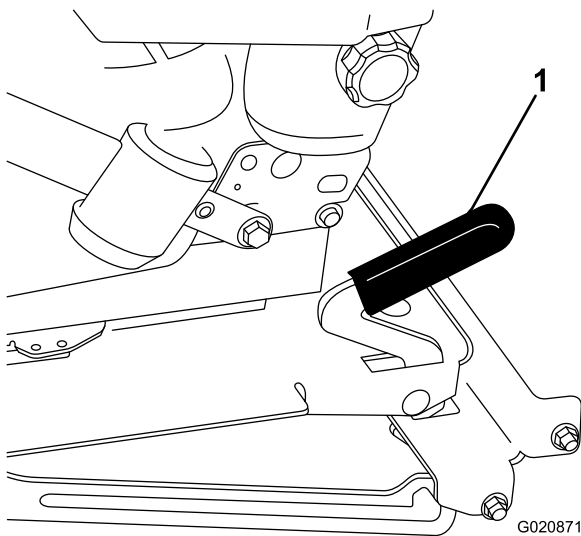

Figura 33
2. Tire del cierre hacia adelante y levante el asiento para desbloquear el asiento (Figura 33).